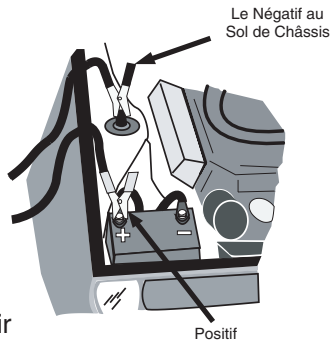

Figure 1
4. Déterminer quelle borne de la batterie est mise à la masse (reliée au) sur le châssis. Si la borne négative est mise à la masse sur le châssis (comme dans la plupart des véhicules), voir la figure 1 et l'instruction "5a". Si la borne positive est mise à la masse sur le châssis, voir l'instruction "5b".